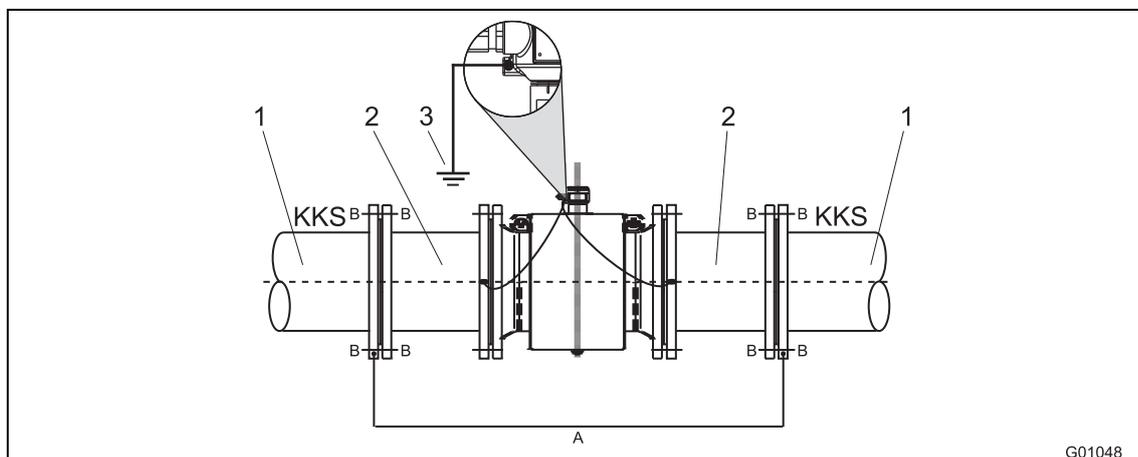

Abb. 32: Messwertaufnehmer mit Funktionserde
- Ist bei innen isolierten Rohrleitungen mit vagabundierenden Fremdströmen zu rechnen (z. B. bei langen Strecken in der Nähe von Stromversorgungseinrichtungen), sollte ein Stück blanker Rohrleitung von ca. 1/4 DN Länge vor und hinter dem Messwertempfänger vorgesehen werden, um diese Ströme am Messsystem vorbeizuleiten (Abb. 32).
Die Abb. 32 zeigt die bevorzugte Installation bei kathodischen Korrosionsschutzanlagen.